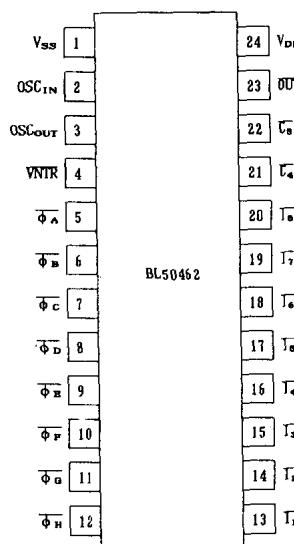

图 1—2—1 BL50462 引脚排列图
- 发射的控制信号采用脉冲位置调制(PPM)，其中“0”码是占空比为 1/4 的负脉冲，“1”码是占空比为 1/8 的负脉冲，参见图 1—2—2。电路设计了在负脉冲期驱动红外线发光二极管，所以这种编码方式使平均驱动电流降低为原值的 1/4 和 1/8。负脉冲调制在 40kHz 或 38kHz 的载波上。